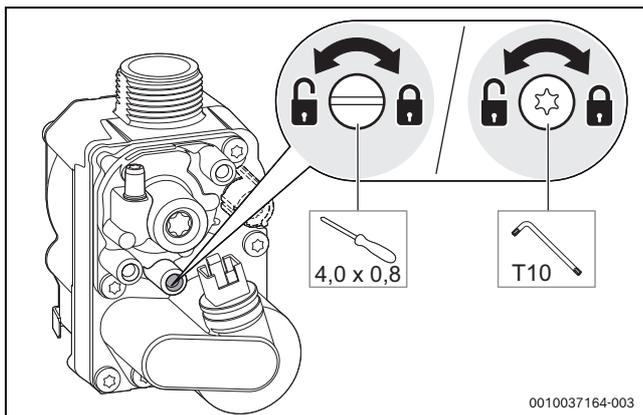

Bild 46 Gas-Anschlussdruck messen
- ▶ Schraube am Messstutzen für den Gas-Anschlussdruck 2 Umdrehungen lösen (→ Bild 46).